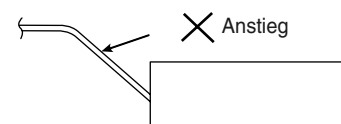

Abb. 3-52
- Das Rohr nicht so einbauen, dass es von der Anschlussstelle aus ansteigt. In diesem Fall fließt das Ablaufwasser zurück in das Gerät, was nach dem Ausschalten eine Undichtigkeit verursacht. (Abb. 3-52)